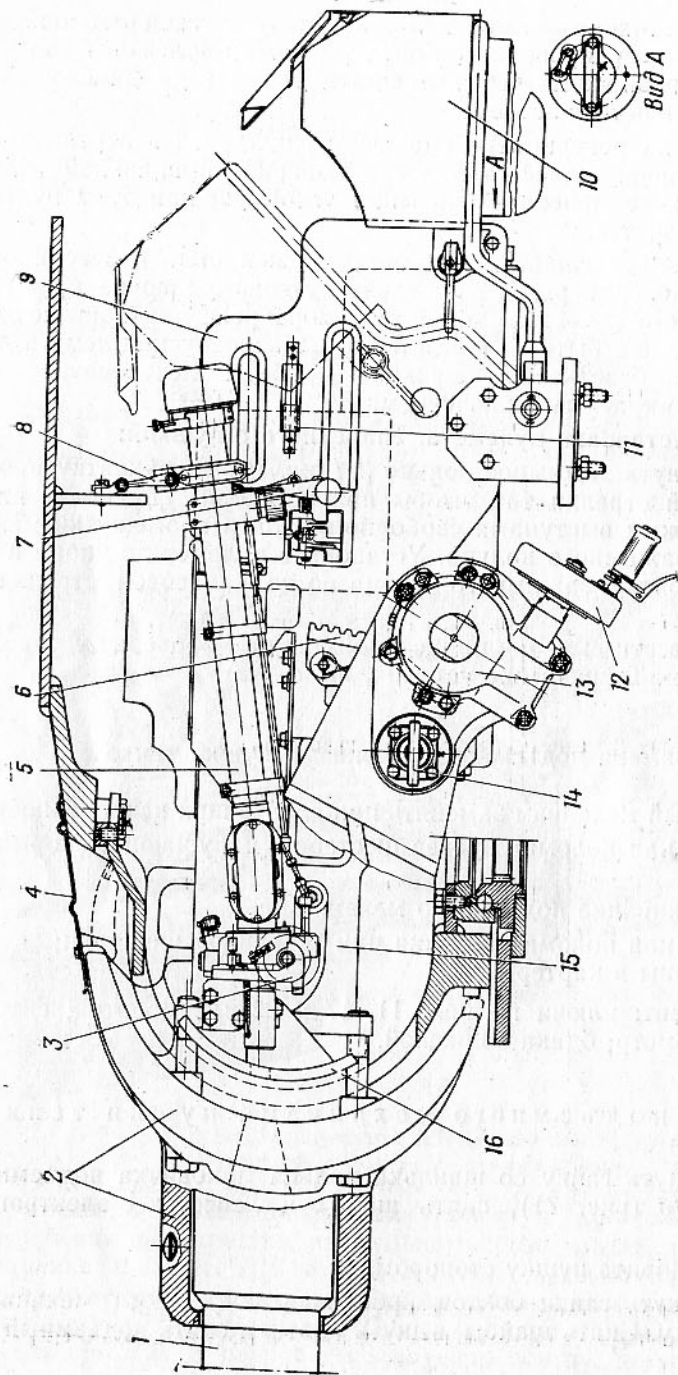

Рис. 71. Установка пушки танка Т-34:
1. Отвернуть гайку со шпильки кольца маховичка подъемного механизма 13 (рис. 71), снять шайбу и лепесток с электропроводкой.
4. Вывернуть болты крепления броневой защиты 2 (рис. 71) к люльке и снять защиту.
8. Установить скобу гильзоулавливателя 10 (рис. 71) с грузами на место и закрепить болтами.